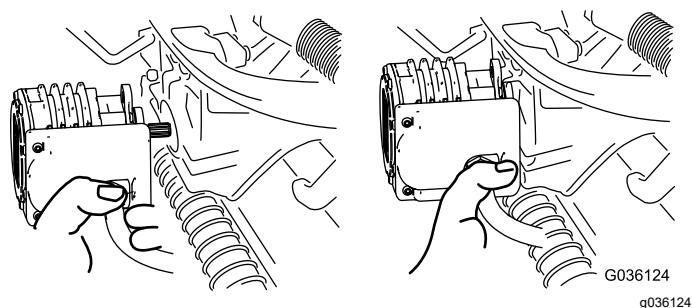

Figure 72
5. Transférez le moteur à la position de rangement sur l'avant du bras de suspension (Figure 72).